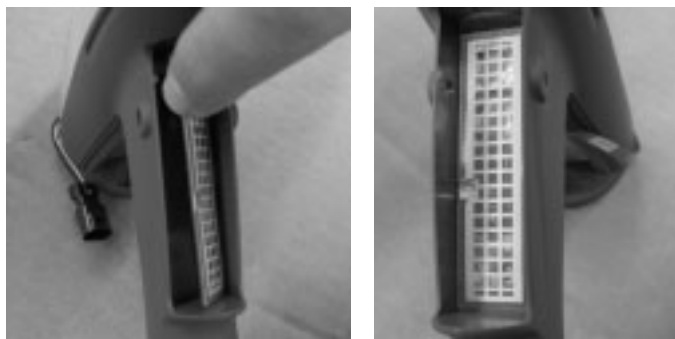

图 6 - 11 安装触发器开关 - 步骤 4
7. 请参见图 6 - 12。如图所示使三角架向上，将冲洗触发器(19)安装到喷涂触发器(20)中。请勿反向安装清洗触发器。